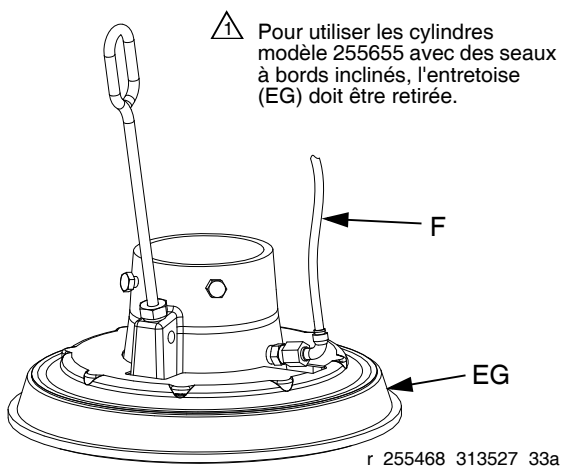

FIG. 10
Consultez la FIG. 10. Si le cylindre sort difficilement du seau lorsque la pompe est relevée, il est possible que le tuyau d'assistance pneumatique (F) ou le clapet anti-retour soient bouchés. Une vanne bouchée empêche l'arrivée de l'air sous le plateau qui devrait aider à la sortie du seau.
2. Débouchez le tuyau d'assistance pneumatique (F) du cylindre. Nettoyez toutes les pièces de la vanne et remontez-les.
3. Retirez la tige de purge (EK) du cylindre. Poussez la tige de purge à l'intérieur des orifices de purge afin de retirer tout résidu de produit.